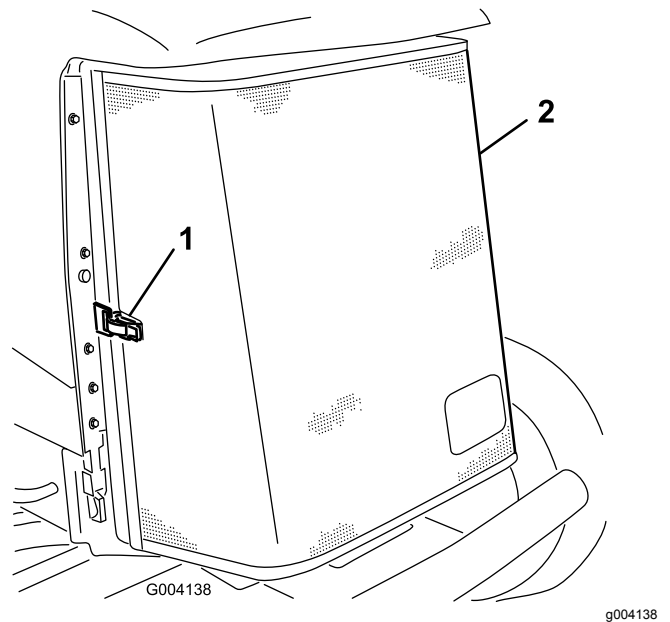

Bild 91
3. Entriegeln Sie den Riegel und drehen Sie das hintere Gitter auf (Bild 91).